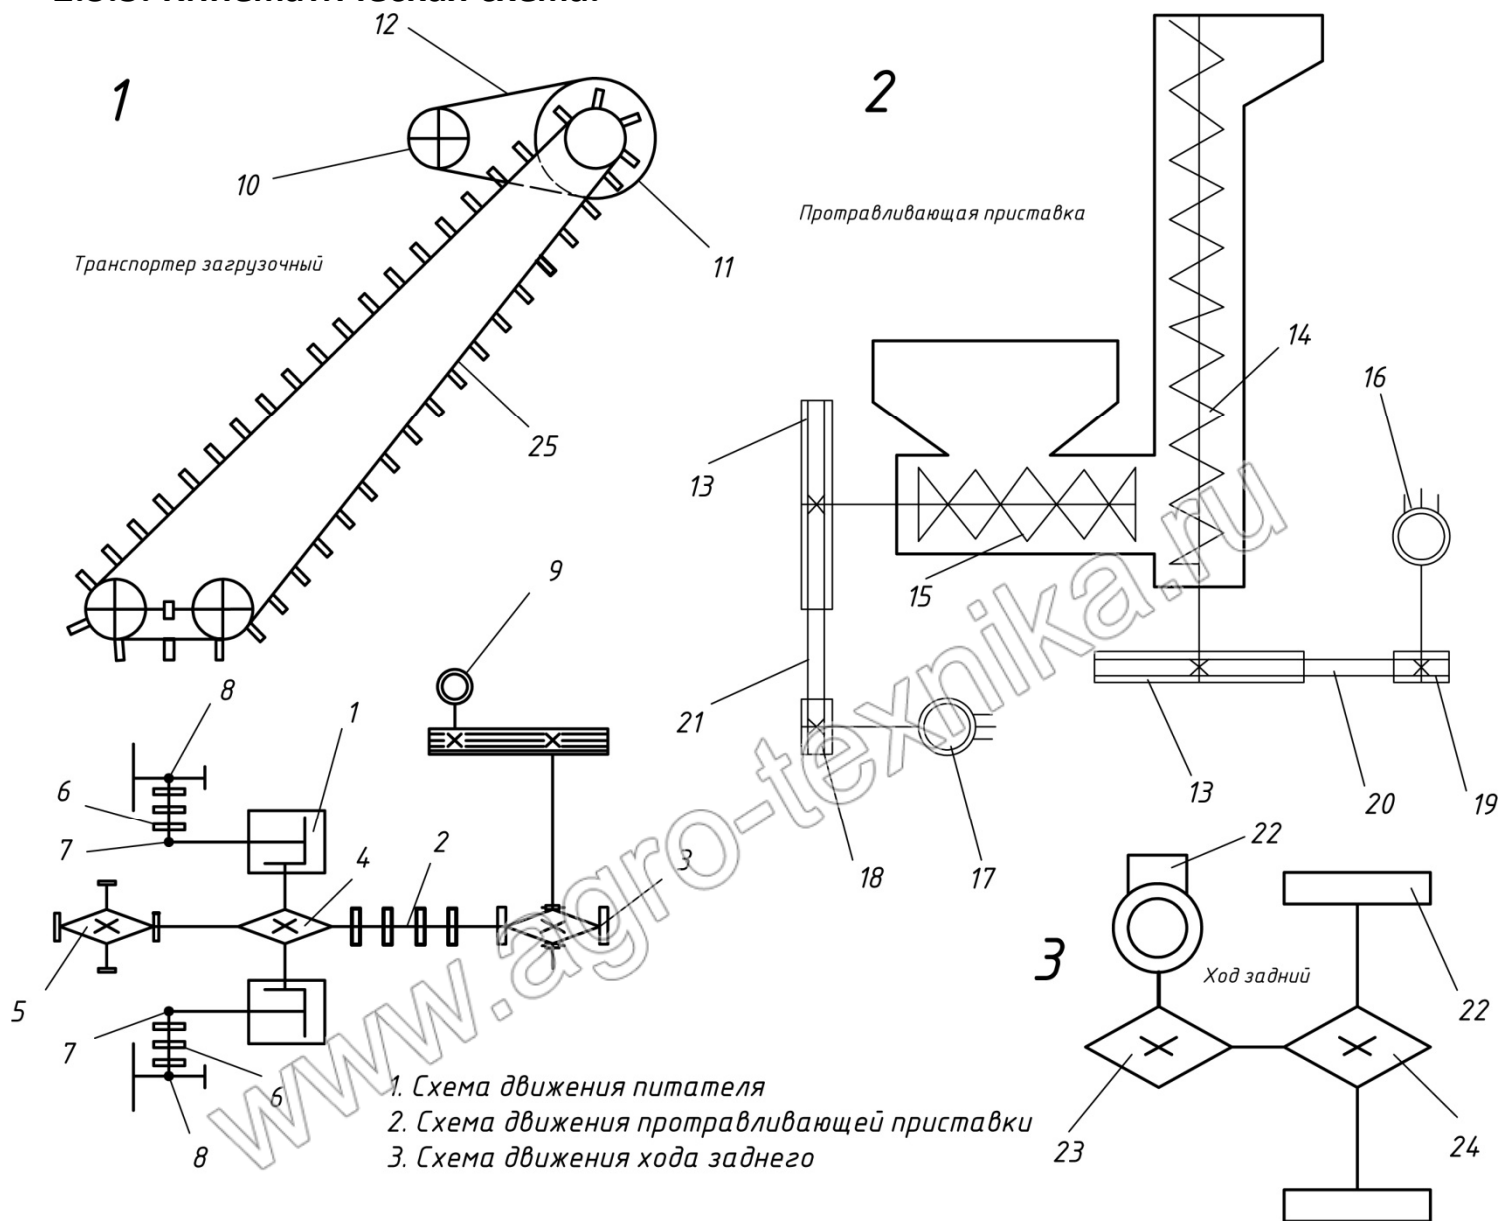

Рис.10 Кинематическая схема.
- включите нанос подачи протравливающей жидкости (рис. 10 поз. 11);